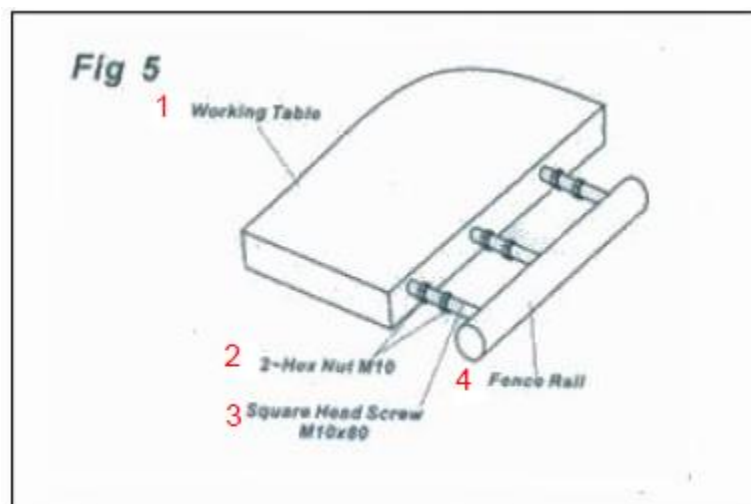

Рис.9
2. Ввернуть четыре болта в направляющую параллельного упора на 4-5 оборота. **Рис.9**